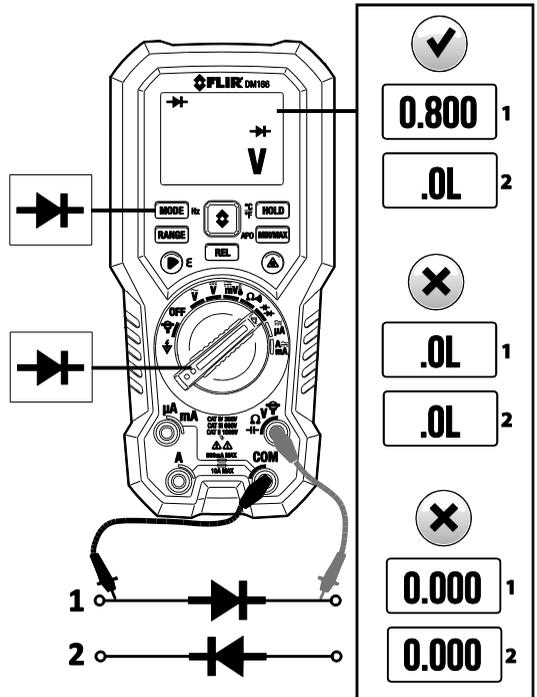

图 6-5 二极管测试
3. 用探针尖端接触待测二极管或半导体结的一个极性（方向）的两侧，然后接触相反极性的两侧，如图 6-5 所示。